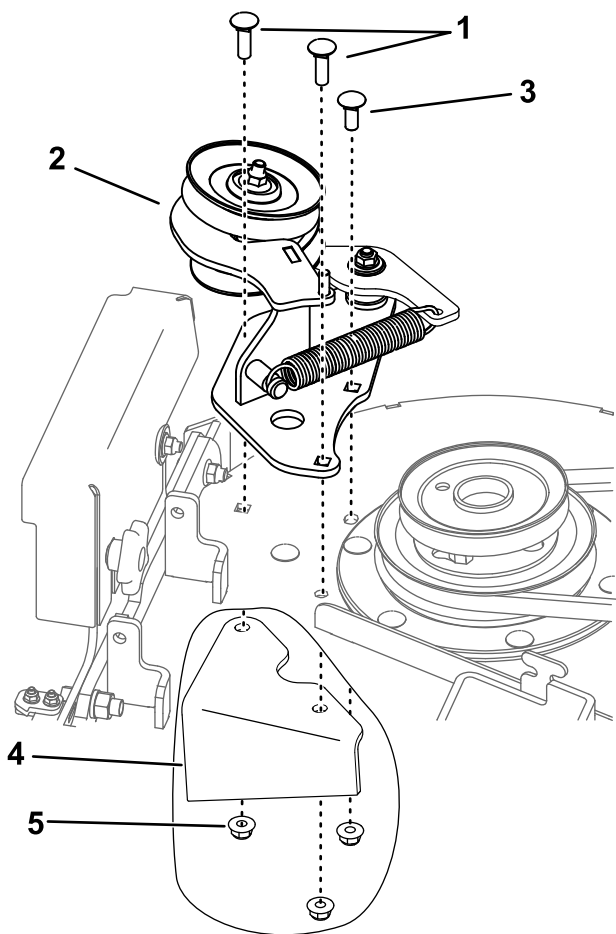

Figur 4
2. Ta bort muttrarna från spindeln på däckets högra remskiva och använd dem för att sätta fast skivenheten vid klipparens remskiva (Figur 4).